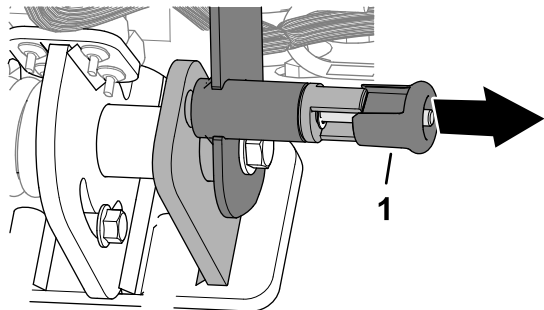

Figura 67
1. Tirate la manopola di fissaggio della maniglia (Figura 67).